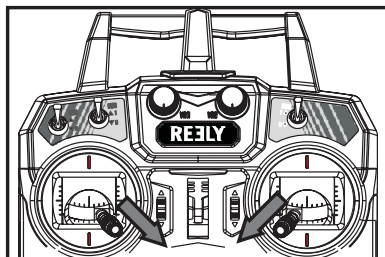

Figure 23
- Déplacez le levier de commande gauche vers le bas à droite et déplacez simultanément le levier de commande droit vers le bas à gauche (voir fig. 23).